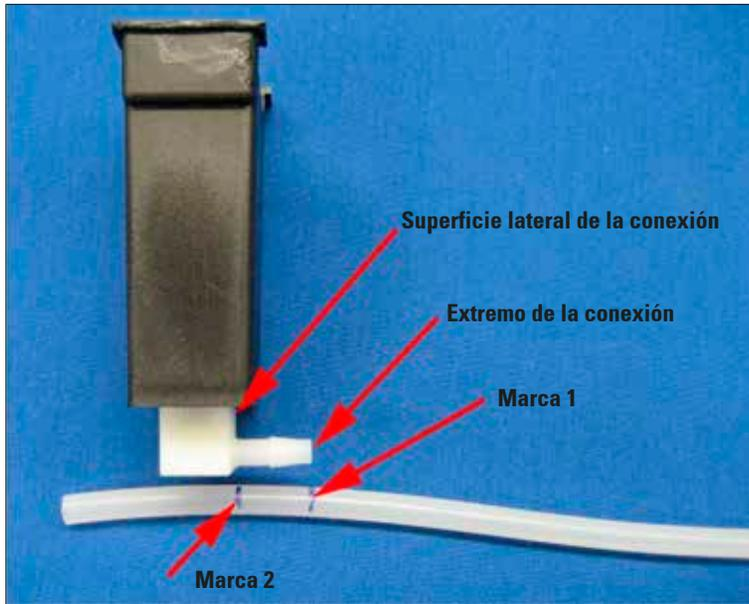

Fig. 25
- Alinear la marca 1 del extremo de la conexión y realizar una segunda marca en el tubo ("marca 2") que identifique la superficie lateral de la conexión (fig. 25).